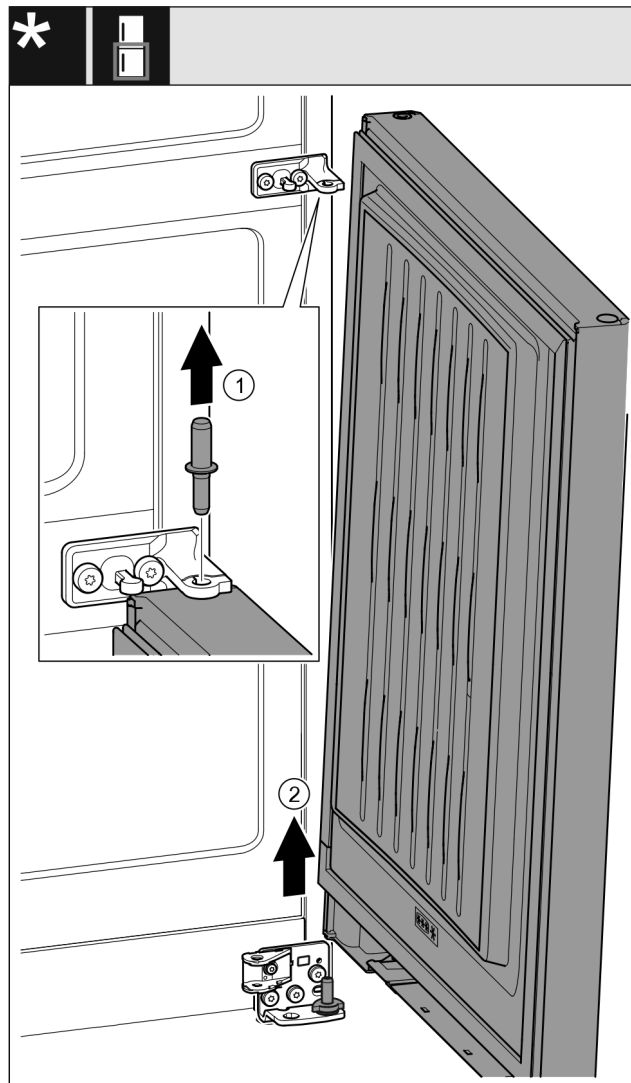

Fig. 27 С амортизатором закрывания двери*
- ▶ Извлеките палец Fig. 27 (1) движением вверх.*
- ▶ Отведите дверь Fig. 27 (2) в сторону, потяните вверх и оставьте ее.*